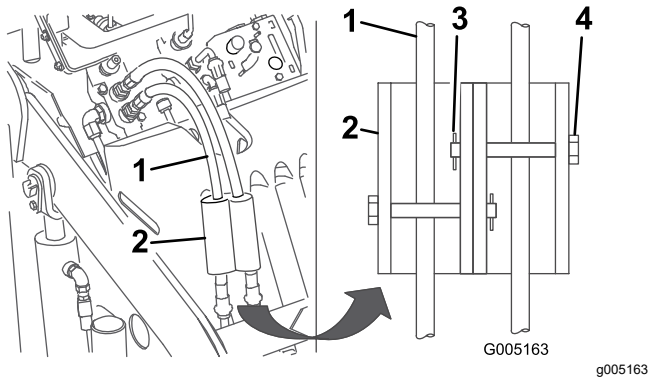

Figura 21
- Abbassate i blocchi del cilindro sui flessibili idraulici e fissateli con il cavallotto con perno e la coppiglia (Figura 21).